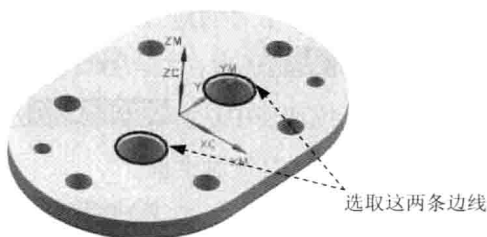

图 1.17 选择孔边线
Step1. 指定钻孔点。单击“钻孔”对话框 **指定孔** 右侧的  按钮，系统弹出“点到点几何体”对话框，单击 **选择** 按钮，系统弹出“点位选择”对话框；在图形区选取图 1.17 所示的孔边线，分别单击“点位选择”对话框和“点到点几何体”对话框中的 **确定** 按钮，返回“钻孔”对话框。